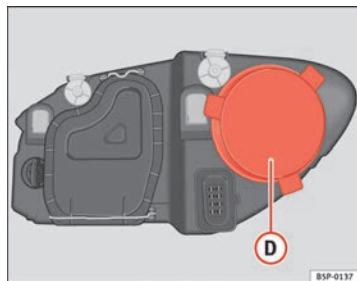

Abb. 169 Standlicht
- Den Deckel => Abb. 169 **D** abziehen.